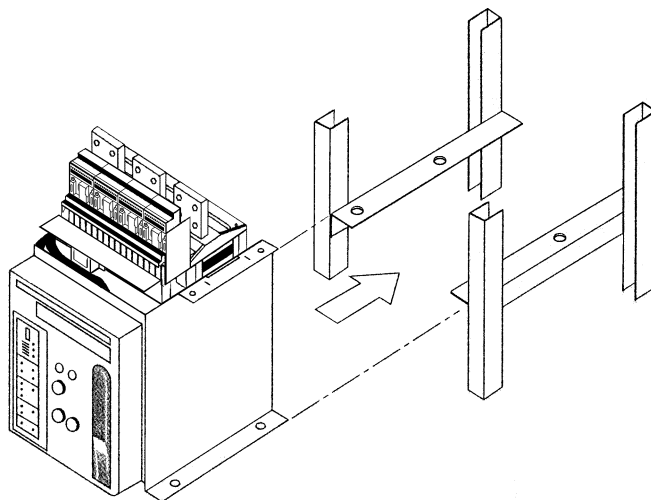

Fig. 7 Fixation sur plan horizontal
12.1 Fixation d'un disjoncteur fixe sur plan horizontal (Fig. 7)
12.1 Interruptor fijo en plano horizontal (fig. 7)